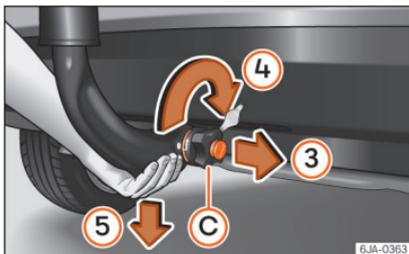

Abb. 240 Kugelkopfstange entriegeln
- Halten Sie die Kugelkopfstange von unten » » **Abb. 240** und entnehmen Sie das Handrändelrad **(C)** mit der anderen Hand in Pfeilrichtung **(3)**.